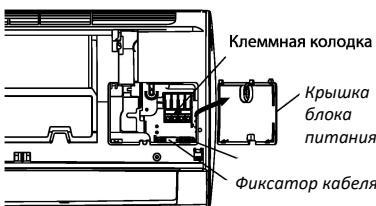

Рис. 2.18
• Подключение кабелей (рис.2.18)